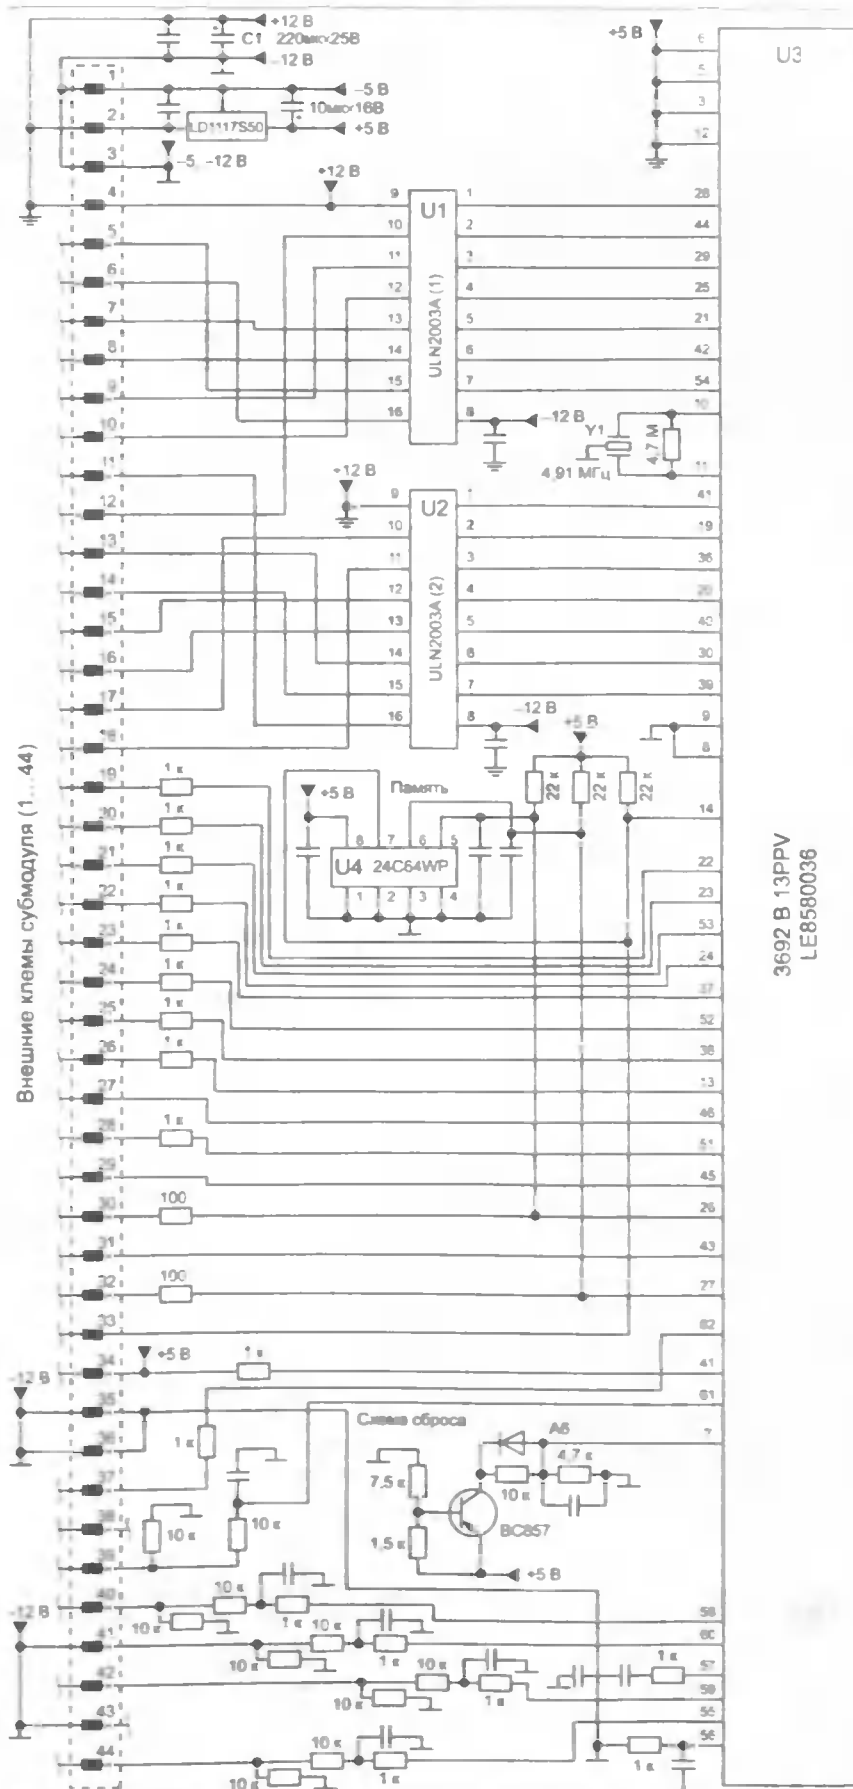
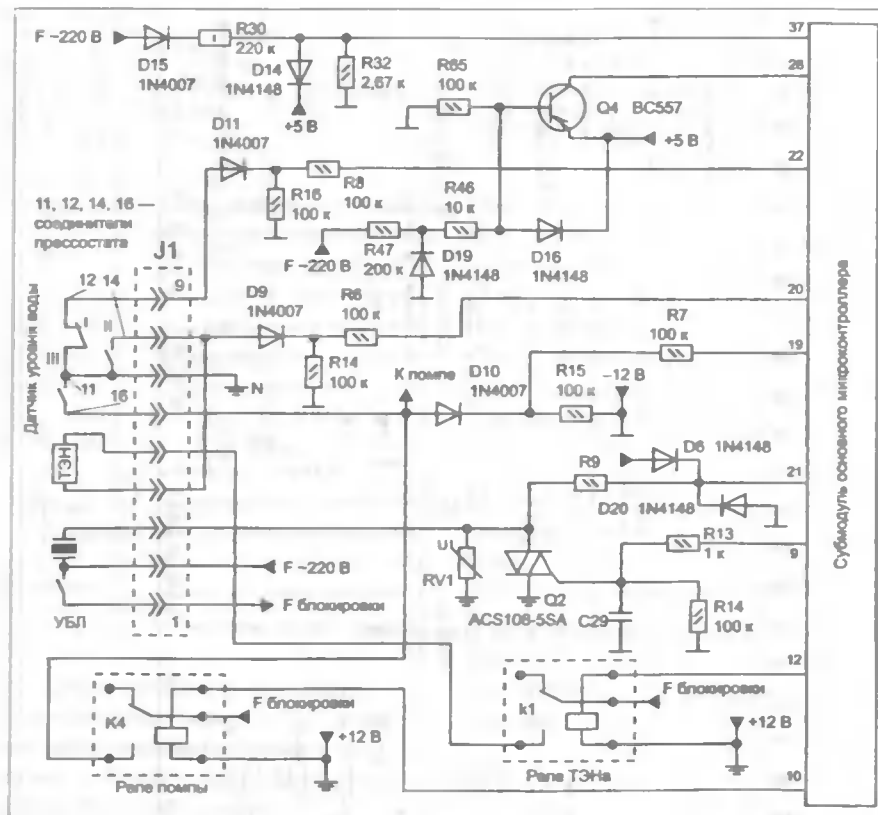
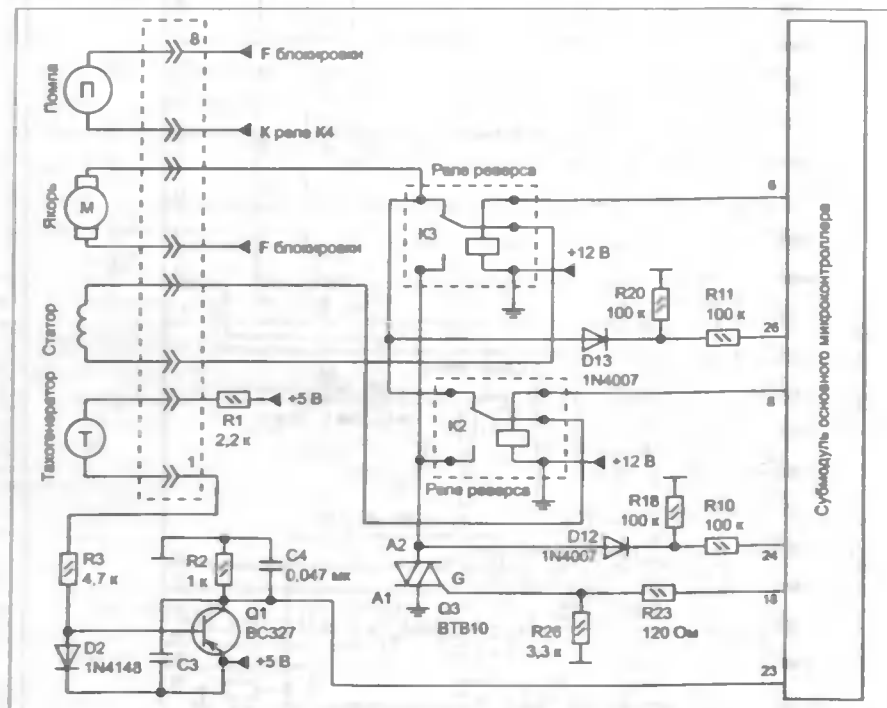

Рис. 4. Принципиальная электрическая схема. Субмодуль основного МК
Рис. 5. Принципиальная электрическая схема. Цепи управления УБЛ, ТЭНа и помпы. Цепи контроля прессостата, УБЛ. Цепи синхронизации основного МК
Рис. 6. Принципиальная электрическая схема. Цепи управления приводного мотора, сигнальная цепь тахогенератора
Цепь управления симистора Q5: выв. 36 МК U3 (рис. 4) — выв. 3-14 ключевой сборки U2 — конт. 13 субмодуля — R48 — управляющий электрод Q5.
- маломощный симистор управления устройства блокировки люка (УБЛ) Q2 (рис. 5).
Цепь управления симистором Q2: выв. 42 МК U3 (рис. 4) — выв. 6-11 ключевой сборки U1 — конт. 9 субмодуля — R13 — управляющий электрод Q2;
● симистор Q3 приводного мотора (рис. 6). Он управляется ШИМ сигналом по цепи: выв. 30 МК U3 (рис. 4) — выв. 6-11 ключевой сборки U2 — конт. 18 субмодуля — R23 — управляющий электрод Q3;
● реле ТЭНа K1. Оно управляется по цепи: выв. 54 МК U3 (рис. 4) — выв. 7-10 ключевой сборки U1 — конт. 12 субмодуля — обмотка K1 (рис. 5);
● реле помпы K4. Оно управляется по цепи: выв. 21 МК U3 (рис. 4) — выв. 5-12 ключевой сборки U1 — конт. 10 субмодуля — обмотка K4 (рис. 5);
● реле реверса K2 и K3 (рис. 6) коммутируют фазировку питания обмотки статора приводного мотора. Они управляются по цепям (в скобках указана цепь для реле K3): выв. 29 (28) МК U3 (рис. 4) — выв. 3-14 (1-16) ключевой сборки U1 — конт. 8 (6) субмодуля — обмотка K2 (K3) (рис. 6);
● с датчика температуры (подключен к конт. 11, 12 соединителя J7) сигнал поступает на конт. 42 субмодуля МК и далее, через интегрирующую RC-цепь, — на выв. 59 микроконтроллера (вход АЦП) — см. рис. 4;
● с контактной группы I прессостата («пустой бак») (рис. 5) сигнал поступает по цепи: конт. 9 соединителя J1 — диод D11 — резисторы R8, R16 — конт. 22 субмодуля МК — выв. 24 U3 (рис. 4);
● с контактной группы II прессостата («уровень заполнения») (рис. 5) сигнал поступает по це-
пи: конт. 8 соединителя J1 — диод D9 — резисторы R6, R14 — конт. 20 субмодуля МК — выв. 23 U3 (рис. 4);
- с цепи контроля работоспособности симистора Q3 приводного мотора (если сигнал на управляющем электроде пассивен, а симистор открыт, отображается код ошибки F01). Сигнал контроля симистора поступает по цепи: 2-й анод (A2) Q3 — D12, R10, R18 — конт. 24 субмодуля МК (рис. 6) — выв. 52 U3 (рис. 4).
Подача питания на приводной мотор контролируется еще по одной цепи (в данном случае контролируется целостность реле реверса и, в целом, — цепь питания мотора) — сигнал контроля снимается с верхних (по схеме на рис. 6) контактных групп реле K2, K3 и через D13, R11, R20, конт. 26 субмодуля МК поступает на выв. 13 U3 (рис. 4);
- с цепи контроля работы помпы. Этот сигнал снимается с контактной группы реле K4 (рис. 5)
- с тахогенератора (датчика скорости вращения приводного мотора) через усилитель на транзисторе Q1 (рис. 6) сигнал поступает на конт. 23 субмодуля МК и далее — на выв. 37 U3;
- с цепи контроля работы симистора УБЛ. Этот сигнал снимается с 2-го анода (A2) симистора Q2 (рис. 5) и затем поступает по цепи: R9, D6, D20 — конт. 21 субмодуля МК — выв. 53 U3 (рис. 4);
Цепь синхронизации (R46, R47, R65, D16, D19, Q4 (рис. 5)) формирует из сетевого напряжения импульсы частотой 50 Гц, которые поступают в МК для тактирования сигналов таймеров и других узлов в его составе. Далее сигнал поступает на конт. 28 субмодуля МК и затем — на выв. 51 U3 (рис. 4).
Цепь контроля уровня сетевого напряжения состоит из следующих элементов: D14, D15, R30, R32 (рис. 5). Далее сигнал поступает на конт. 37 субмодуля МК и затем, через интегрирующую RC-цепь — на выв. 62 U3 (рис. 4).